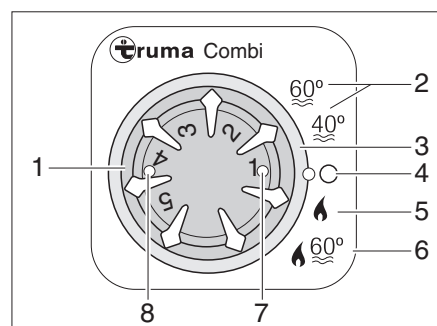

Fig. 293 Unidad de mando para la calefacción/caldera
- Seleccionar el modo de funcionamiento con el interruptor giratorio (Fig. 293,3).
La calefacción selecciona por sí sola la potencia de quemador necesaria. En el modo de funcionamiento "Calefacción y caldera" (Fig. 293,6) se calienta también el agua en la caldera. La calefacción puede utilizarse en el modo de funcionamiento "Calefacción sin caldera" (Fig. 293,5) con la caldera vacía.
- Poner el botón giratorio de temperatura (Fig. 293,1) de la unidad de mando en el nivel de calefacción deseado.
- Poner el interruptor giratorio (Fig. 293,3) en modo de invierno "Calefacción sin caldera" (Fig. 293,5) o en modo de invierno "Calefacción y caldera" (Fig. 293,6).
La luz de control verde (Fig. 293,7) se enciende.
- Ajustar el interruptor giratorio (Fig. 293,3) en "O" (Fig. 293,4).